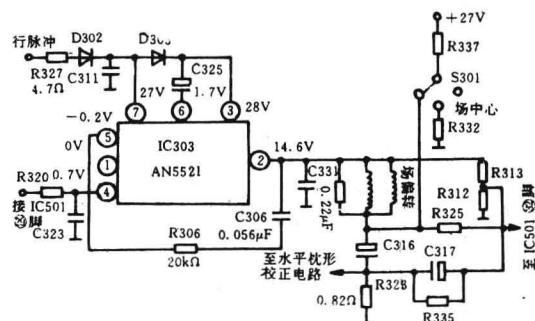

图 2 东芝 2500XH 型彩电场输出电路
场输出电路由集成块 IC 303 (AN5521)组成(如图 2)。场锯齿波电压从 IC 303 ④脚输入。在正程扫描期间⑤脚为低电平,⑥脚外接 D 303 导通,使 C 325 充电,C 325 正极电压 26 V 给③脚内部推挽管供电。在逆